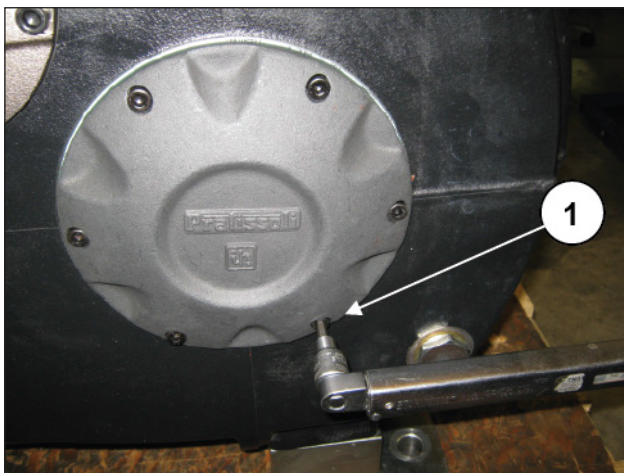

Рис. 122
Соберите хвостовик привода масляного насоса с коленчатым валом с помощью четырех винтов M8 (поз. ①, Рис. 122) и затяните их с помощью динамометрического ключа с моментом затяжки, указанным в параграфе 3.